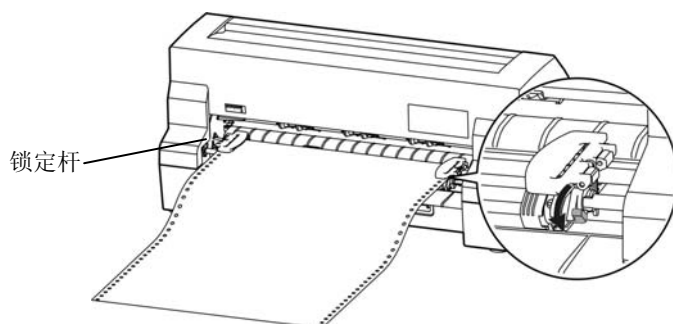

图 3-14 锁定拖纸器右链轮位置
9. 移动拖纸器右链轮把纸拉平，再按下链轮锁定杆将其锁定（如图 3-14 所示）。